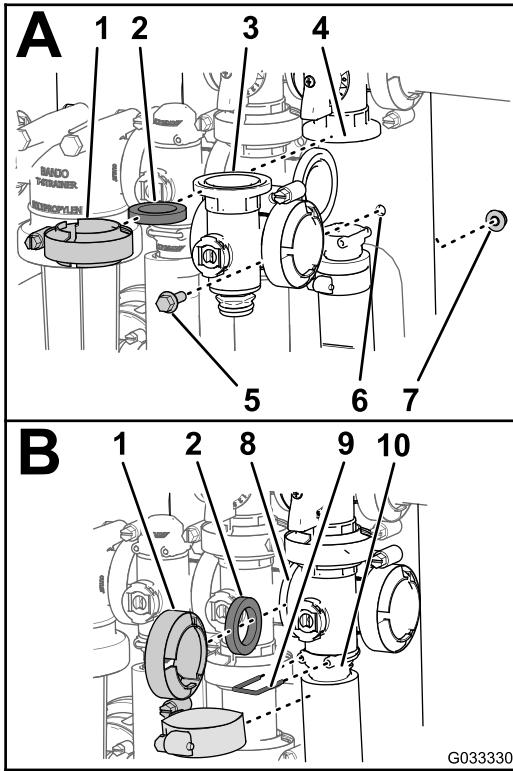

Рисунок 82
1. Совместите фланец коллектора главного клапана секций, 1 прокладку и фланец главного клапана перепуска секций (Рисунок 82А).
2. Смонтируйте коллектор главного клапана секций, прокладку и главный клапан перепуска секций с помощью хомута, затянув его от руки (**Рисунок 82А**).
3. Совместите фланец коллектора главного клапана секций, прокладку и коллектор клапана перемешивания (**Рисунок 82В**).
4. Смонтируйте коллектор главного клапана секций, прокладку и коллектор клапана перемешивания с помощью хомута, затянув его от руки (**Рисунок 82В**).
5. Совместите фланец коллектора главного клапана секций и прокладку с корпусом главного клапана секций (**Рисунок 82В**).
6. Смонтируйте коллектор главного клапана секций и гнездо с помощью хомута, затянув его от руки (**Рисунок 82В**).
7. Прикрепите штуцер торцевой крышки к выпускному штуцеру, вставив держатель в выпускной штуцер (**Рисунок 82В**).